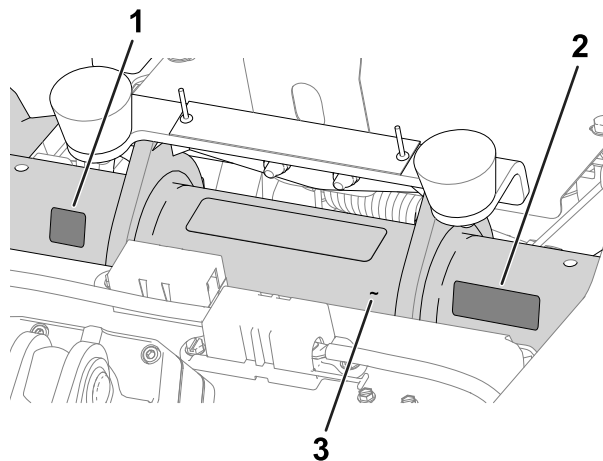

Рисунок 11
- **Наклейка, указывающая год выпуска, и наклейка с маркировкой СЕ:** прикрепите наклейки на трубу рамы под сиденьем и табличкой с серийным номером; см. Рисунок 11.